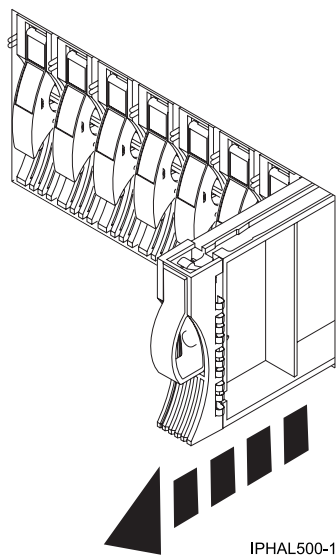

Figure 29. Retrait d'un obturateur d'unité de disque du système
2. Tenez la poignée de l'obturateur (**A**) et tirez l'obturateur d'unité de disques hors de l'emplacement, comme illustré dans la figure 29, à la page 53.